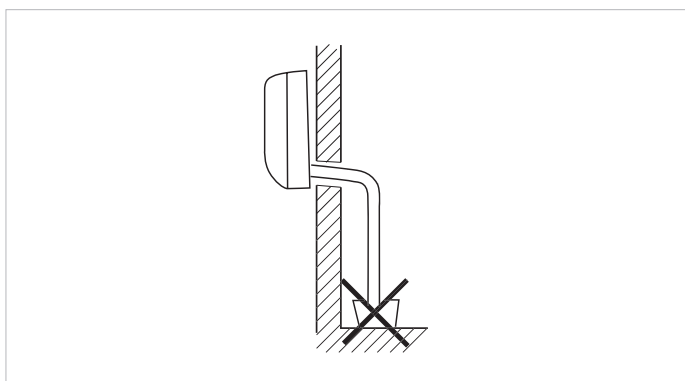

Fig. 9.2 Extrémité plongée dans l'eau à éviter.
- Éviter d'installer la conduite de condensats en plongeant son extrémité ouverte dans l'eau (cf. figure 9.2).